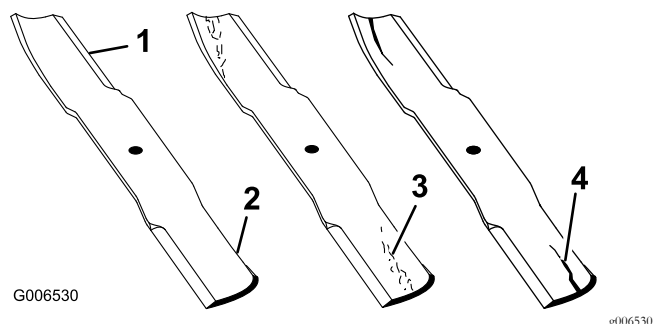

Figure 46
1. Examinez le tranchant des lames (Figure 46).
4. Remplacez immédiatement toute lame fendue, usée ou qui présente une entaille (Figure 46).